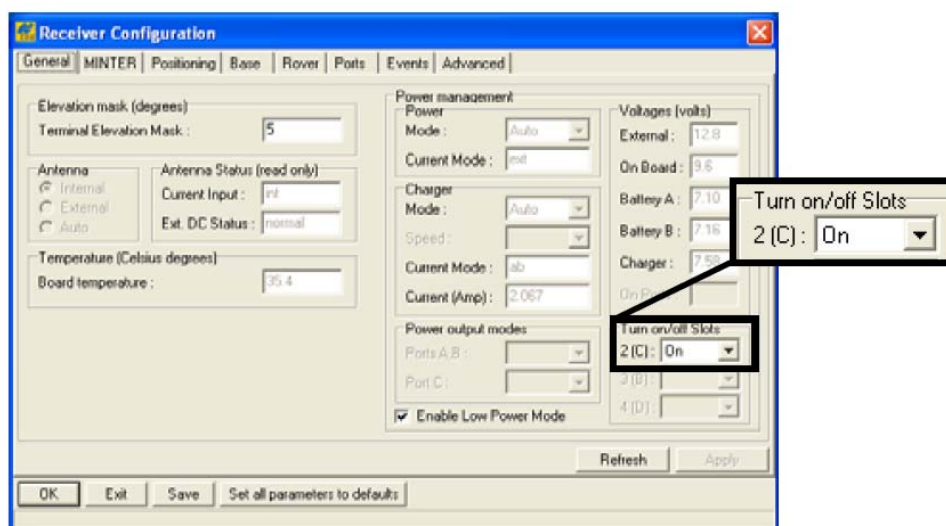

Рисунок 2-11. Выбор подачи питания – слоты и порты
5. В области *Turn on/off* (включение/выключение) щелкните на выпадающем списке *Slots* (Слоты, т.е. гнезда для внутренних плат) и выберите в нем нужный способ питания внутренних слотов (см. рис. 2-11).